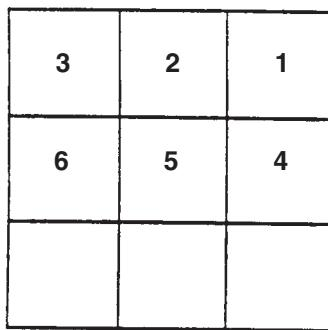

Figure 2
**To clean an area of carpet, follow this procedure:** (See figure 2)
### Véase Fig. 2
### Pour nettoyer une surface recouverte de tapis, procéder comme suit: (Voir fig. 2)